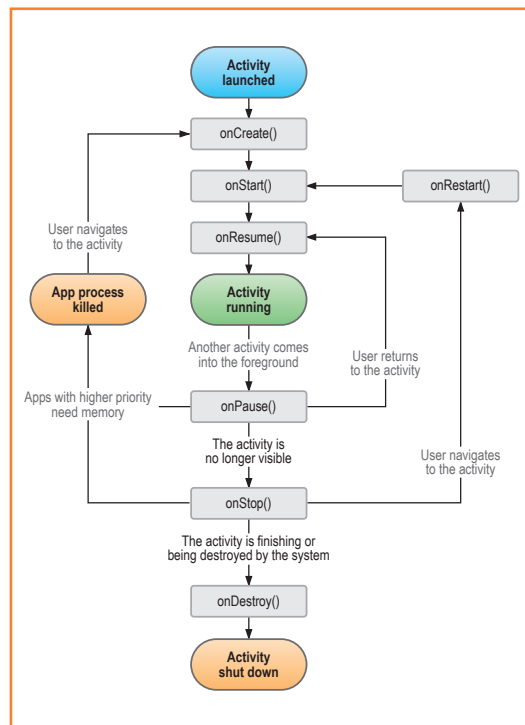

Figure 13.
La **figure 13** illustre le cycle de vie d'une activité,
**MainActivity** : Android crée cette activité au lancement de l'application et exécute la méthode **onCreate()** (fig. 13). Elle effectue toutes les initialisations nécessaires et crée, entre autres, les services *BluetoothService* et *Timer1Service*. Les autres méthodes (ou fonctions) de l'activité s'occupent des actions sur les boutons tactiles et des fonctions du menu. Les deux dernières méthodes se chargent des messages renvoyés à la fermeture des autres activités et par les services pour réagir en conséquence et/ou informer l'utilisateur (perte de connexion BT p. ex.).